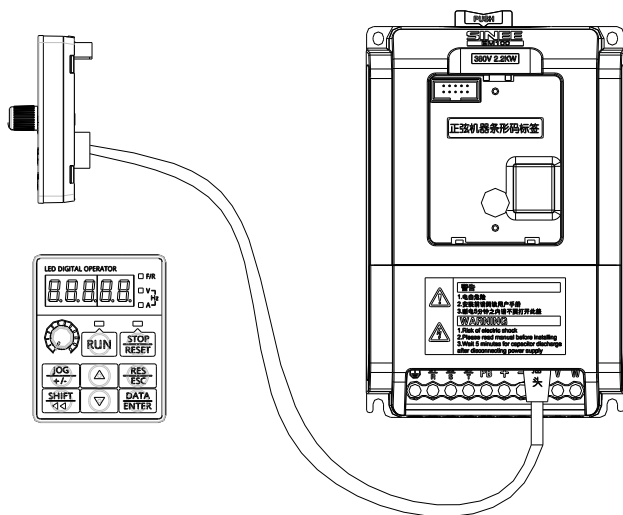

图 3-22 拉出键盘装延长线
- (1) 外接键盘口采用 RJ45 接口，延长线为普通网线（插接头执行 EIA/TIA568B 标准）。
- (2) 配线方式如图 3-22 所示。